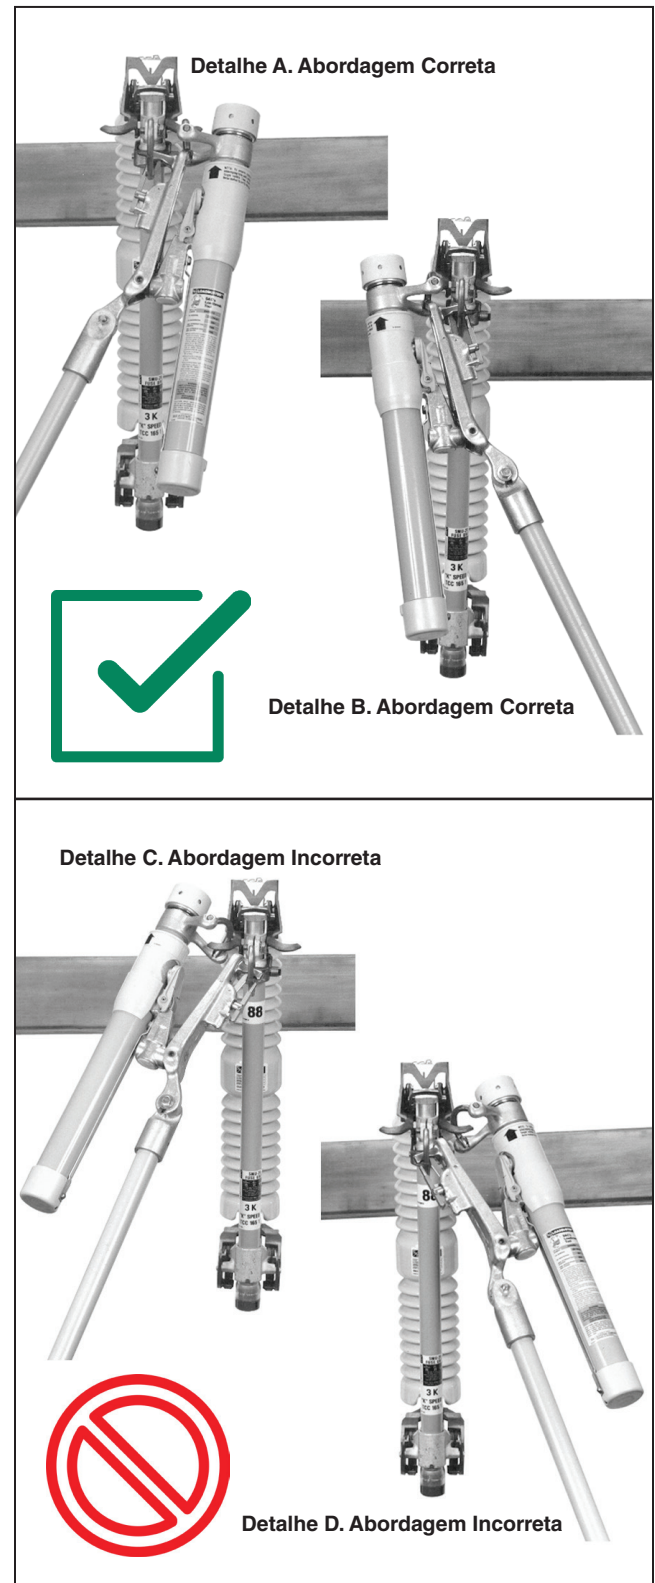

Figura 1. Abordagem correta e incorreta da Loadbuster— a Ferramenta de Abertura sob Carga da S&C.
- 7. OPERAÇÃO.** Nunca posicione a ferramenta de abertura sob carga Loadbuster em uma posição tal que o tubo externo obstrua a linha de visão. O procedimento correto de operação é mostrado na Figura 1 na página 9.
- Nunca posicione uma ferramenta Loadbuster de forma que seu tubo externo obstrua a linha de visada. Ver Figura 1 para o correto posicionamento.
- Como mostrado na Figura 1, Detalhe A ou B, a ferramenta Loadbuster deve ser acoplada de forma a ficar posicionada transversalmente na frente do dispositivo a manobrar: chave fusível, seccionadora, fusível de potência ou fusível limitador. Ou seja, a âncora da Loadbuster deve se acoplar ao gancho de fixação no lado distante do dispositivo. A ferramenta Loadbuster nunca deve ser acoplada com sua âncora acoplada no lado mais próximo da chave fusível ou de outro dispositivo, como mostrado na Figura 1, Detalhe C ou D. O acoplamento da ferramenta desta forma não somente obstrui a linha de visada do operador, como também pode resultar na imposição de um esforço de flexão na ferramenta e com isso dificultar o desengate.
Com a ferramenta Loadbuster corretamente engatada, como mostrado na Figura 1, Detalhe A ou B, um puxão firme da vara para baixo para abrir